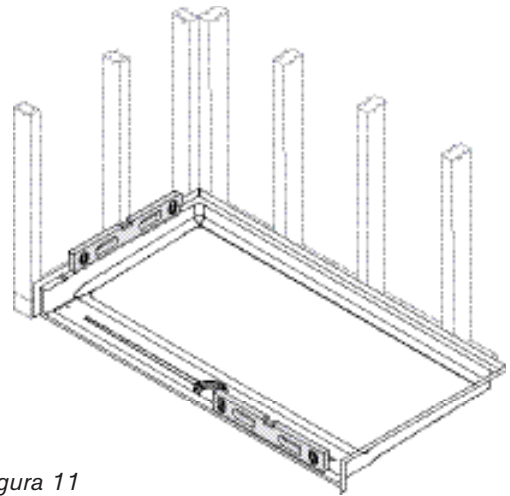

Figura 11
- 14 Ponga el plato en posición; **no lo arrastre ni lo deslice.** Asegúrese de que el frente esté alineado con la línea del bordillo dibujada en el Paso 3. Evite pisar el plato hasta que el lecho de lodo se haya secado; siga las instrucciones de secado para el tipo de lecho de lodo utilizado. Revise los salientes y el borde frontal con un nivel. (Figura 11)